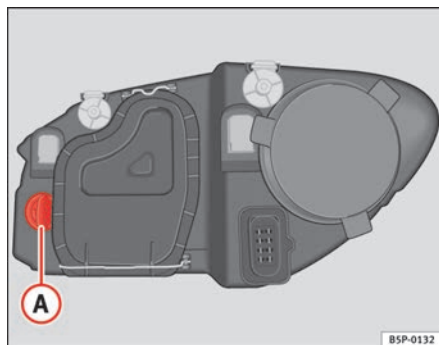

Fig. 183 Lámpara luz intermitente
- Gire el portalámparas ⇒ fig. 183 **A** a la izquierda y tirar.